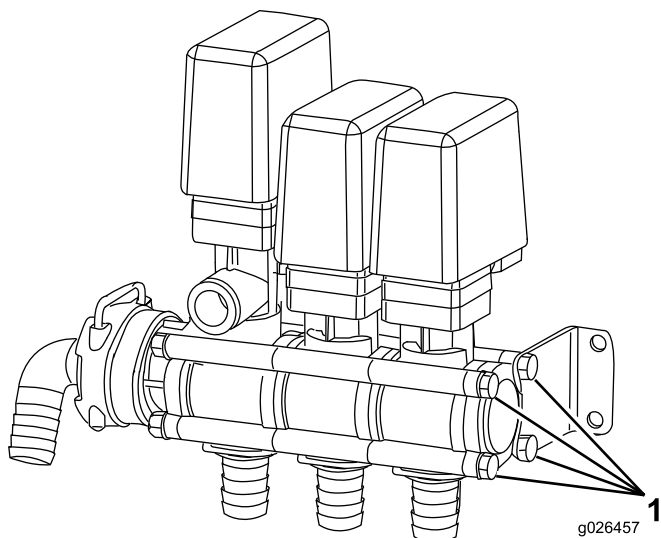
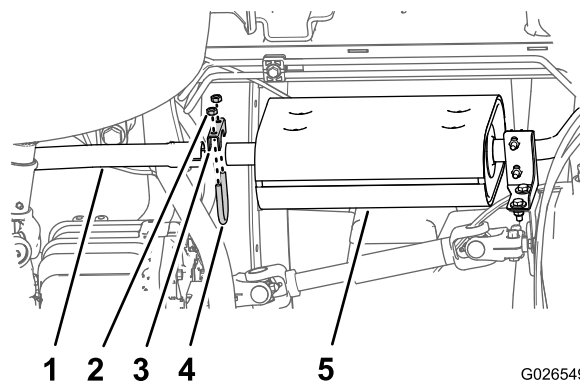

Figura 2
Figura 4
1. Nel supporto dello scarico e nella staffa del tubo di scarico rimuovete i 2 dadi, il bullone a U e la staffa a sella che fissano il tubo di scappamento alla staffa (Figura 2).
3. Rimuovete i 2 dadi, il bullone a U e la staffa a sella che fissano il tubo di scappamento al tubo di uscita della marmitta (Figura 4).
4. Rimuovete il tubo di scappamento dalla macchina e scartate il tubo (Figura 2 e Figura 4).